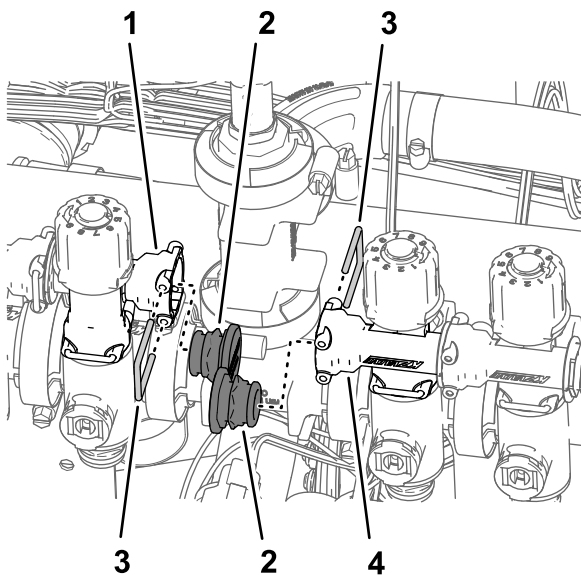

図 100
3. ノズルバルブ 5 番と 6 番のところのクイックディスクコネクティングのソケットにプラグを固定しているリテーナを外して、プラグを外す 図 100。